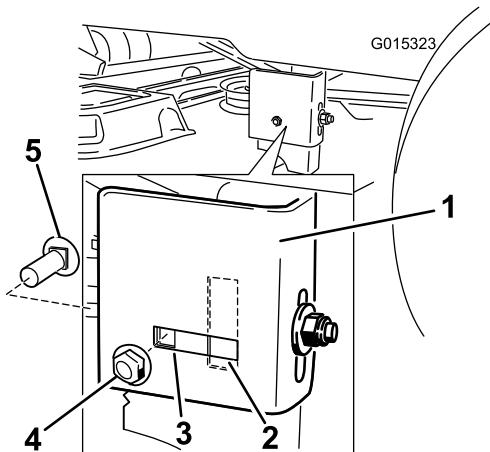

Figure 52
- Desserrez l'écrou de blocage arrière sur le support jusqu'à ce qu'il soit possible de déplacer le support (Figure 52).
11. Arrêtez le tablier de coupe et vérifiez sa hauteur, puis serrez l'écrou de blocage arrière sur le support pour fixer cette nouvelle position (Figure 52). Serrez l'écrou de blocage latéral sur le support.